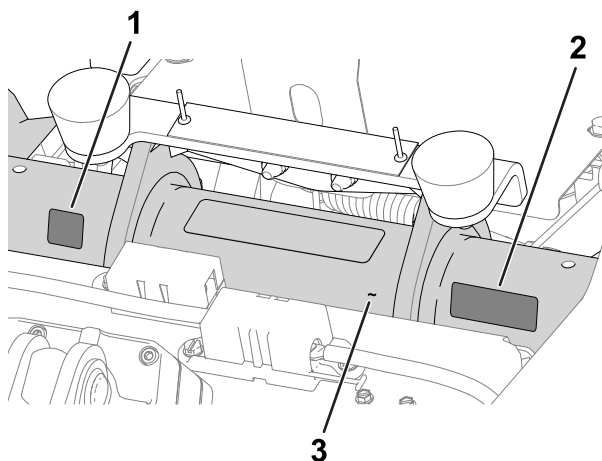

図 16
- 製造年デカル および CE/UKCA マークデカル 運転席下のフレームチューブシリアル番号プレートの下に貼りつける 図 16を参照。